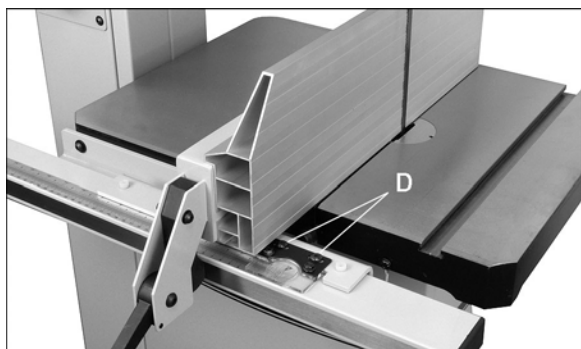

Рис. 14.
См. Рис. 14.
3. Если указатель находится не на нуле, ослабьте два винта (D, Рис. 14) и сдвиньте его в нужное положение. Снова затяните винты.